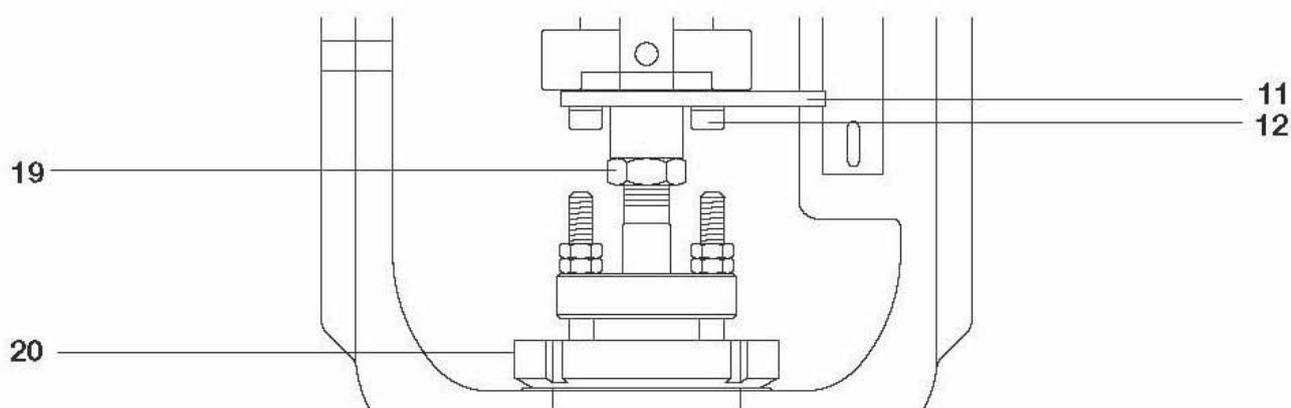

Fig. 7
5.2 Retirer le servomoteur de la vanne (Voir Fig. 7)